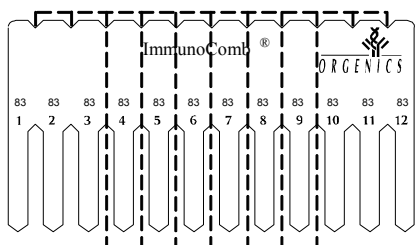

Figura 4. Fraccionamiento del Peine
- b. Doble y rompa verticalmente el Peine, o córtelo con tijeras (Ver Figura 4) para separar el número requerido para las pruebas (No. De pruebas más 2 controles).